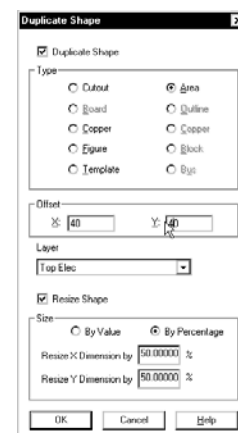

Рис. 12. Окно настройки дубликации объектов.
3. В появившемся на экране диалоговом окне Duplicate Shape в поле Type включим опцию Area, в выпадающем списке Layer выберем слой Top Elec, в поле Offset (отступ) по осям X и Y введем значения 40 (рис. 12).